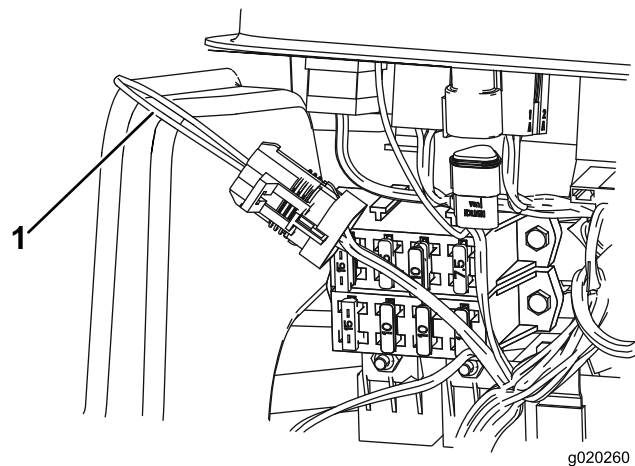

図 36
3. ワイヤハーネスと、ループバック・コネクタを探し出す（図 36）。